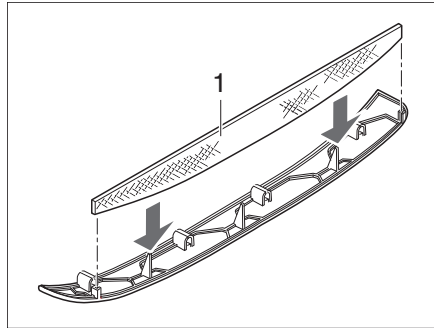
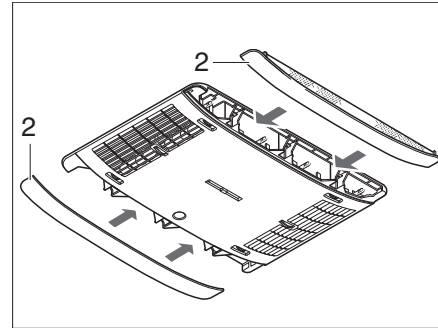

Fig. 292 Filtre à peluches de la climatisation
Fig. 293 Panneaux de la climatisation
Dans les panneaux latéraux (Fig. 293,2) se trouvent deux filtres à peluches. Les filtres à peluches doivent être nettoyés, et si nécessaire remplacés, à intervalles réguliers, au moins cependant tous les 6 mois.
- Enlever le panneau (Fig. 293,2) du distributeur d'air et nettoyer ou, si nécessaire, remplacer le filtre à peluches (Fig. 292,1).